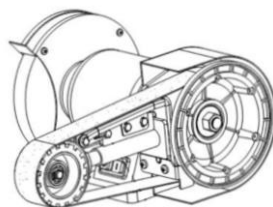

fig. 10
7. Une fois terminé, l'apparence ressemblera à la fig. 10.